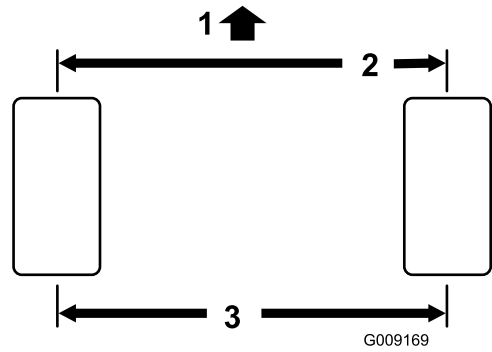

图 102
**注意：** 如果前轮测量值和后轮测量值之差为 6mm 或更小，说明后轮前束调整是正确的（图 102）。